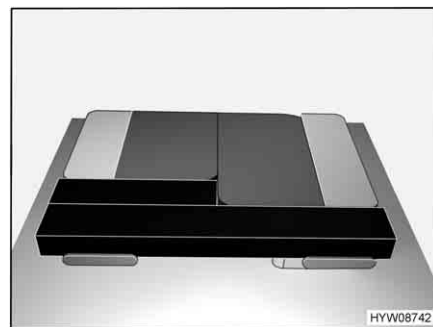

Fig. 39 Dopo la trasformazione
- Sistemare il cuscino del sedile e dello schienale come illustrato nella Fig. 39.
- Collocare un cuscino aggiuntivo lungo e uno corto, come raffigurato nella Fig. 39.